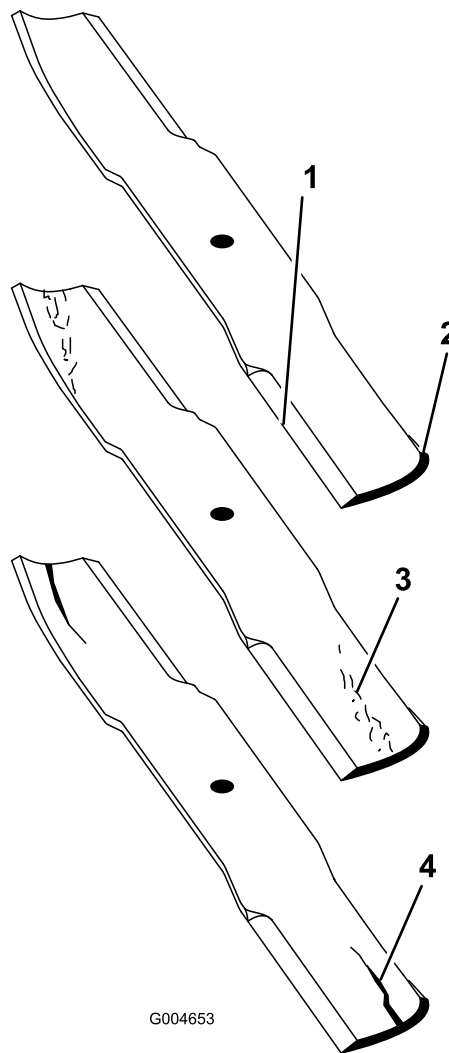

Рисунок 91
2. Осторожно проверьте режущие кромки ножей, особенно в точке соединения плоской и изогнутой частей ножа (Рисунок 91).
**Примечание:** Так как песок и абразивные материалы могут вызвать износ металла, соединяющего плоскую и изогнутую части ножа, проверьте нож перед использованием газонокосилки. Если нож изношен (Рисунок 91), замените его.